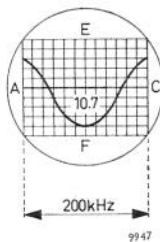

Fig. 22. M.F.-kromme tijdens de afregeling
7. Regel de kern van de **primaire** kring van het laatste m.f.-bandfilter (ratiodetector) op maximale tophoogte van de doorlaatkromme. De amplitude van het h.f.-signaal moet voortdurend zodanig geregeld worden dat de aanwijzing van de buisvoltmeter ca -3 V is. Aangezien het beeld tweemaal per looptijd van de tijdbasis geschreven wordt, is het mogelijk dat de beide componenten op het scherm niet volkomen samenvallen. Regel dan de fase-instelpotentiometer aan de achterzijde van de generator (R9). De zichtbaar geworden kromme moet symmetrisch zijn ten opzichte van de lijn EF, zodat de top van de kromme (overeenkomende met 10,7 MHz) zich op deze lijn bevindt (fig. 22).